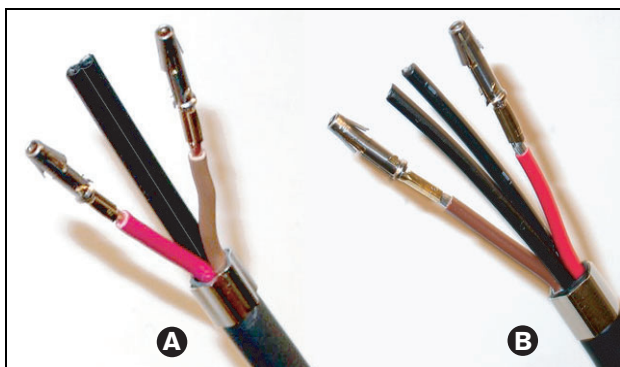

Abbildung 29.15: Montierte Buchsenkontakte
- 12 Wiederholen Sie Schritt 10 bis 11 für die anderen abgezogenen Kupferdrähte. Auf Abbildung 29.15 sehen Sie das Ergebnis dieses Verfahrensschritts.